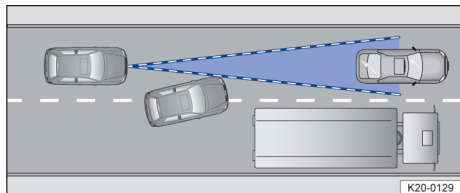

Fig. 113 Schimbarea benzii.
- Autovehiculele care intră pe banda de circulație imediat în fața autovehiculului dumneavoastră → fig. 113.